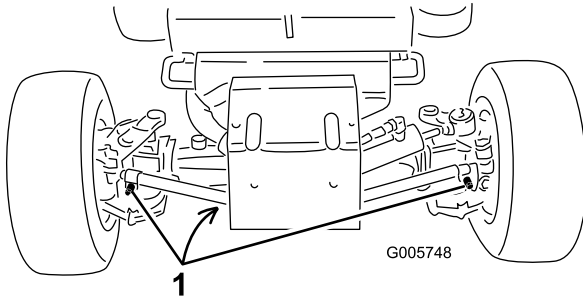

Figura 56
2. Limpe a zona em redor dos tampões de escoamento (Figura 56).